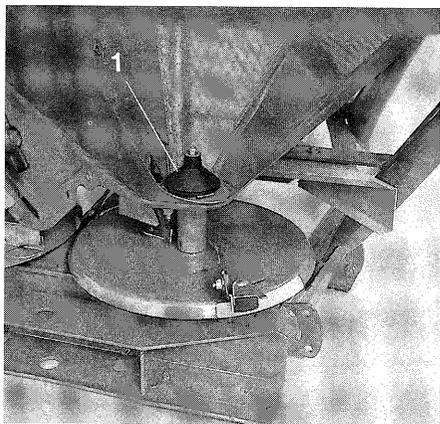

Fig. 4.2
**Conus-Rührköpfe** (Fig. 4.2/1) in den Trichterspitzen sorgen für einen gleichmäßigen Düngerfluß auf die "**Omnia-Set**"-Streuscheiben. Durch den umlaufenden, glatten Kegel wird der Dünger weich nach außen umgelenkt und fließt mit leichtem Druck seitlich aus der Durchlaßöffnung hinaus und fällt von dort senkrecht nach unten auf die jeweilige Streuscheibe.